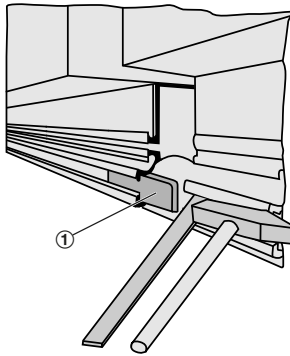

Abb. 6: Verbindung von Schlitzdurchlässen
3. Bei Bandverlegung der Schlitzdurchlässe wird das Fluchten der Frontschiene durch Einsetzen der mitgelieferten Führungslaschen (Abb. 6/1) erreicht.